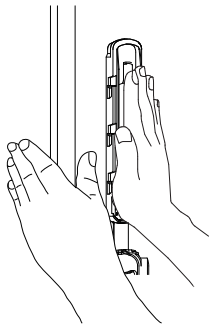

図 4
1. 扉を手で押さえ、もう一方の手で取手を手のひら全体で本体側に押ししてください。(図4)